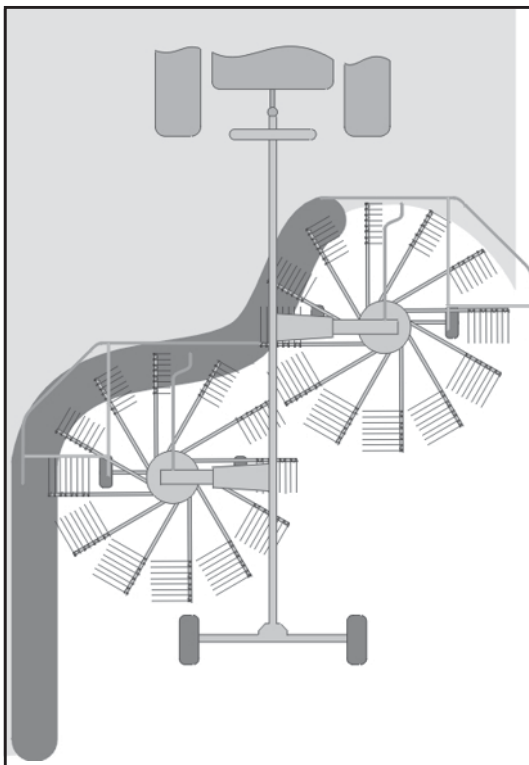

Рисунок 3-12
Рисунок 3-12 а
- Для предотвращения сноса машины на склонах колеса левой роторной машины можно заблокировать (рисунок 3-12а).